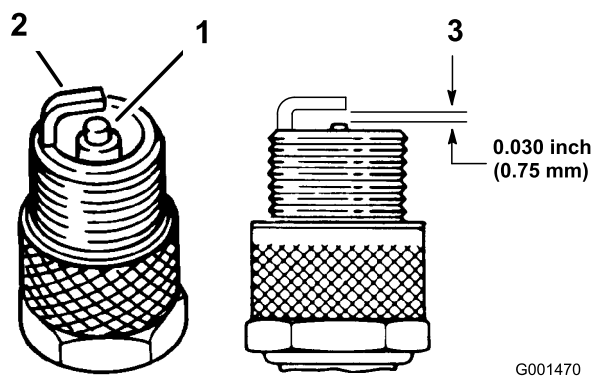

Figura 30
3. Compruebe el estado del electrodo lateral, el electrodo central y el aislamiento del electrodo central para verificar que no están dañados (Figura 30).
4. Ajuste el hueco entre los electrodos central y lateral a 0,762 mm (Figura 30). Tras ajustar correctamente los electrodos, coloque la bujía y apriétela a 20 Nm.
4. Ajuste el hueco entre los electrodos central y lateral a 0,762 mm (Figura 30).